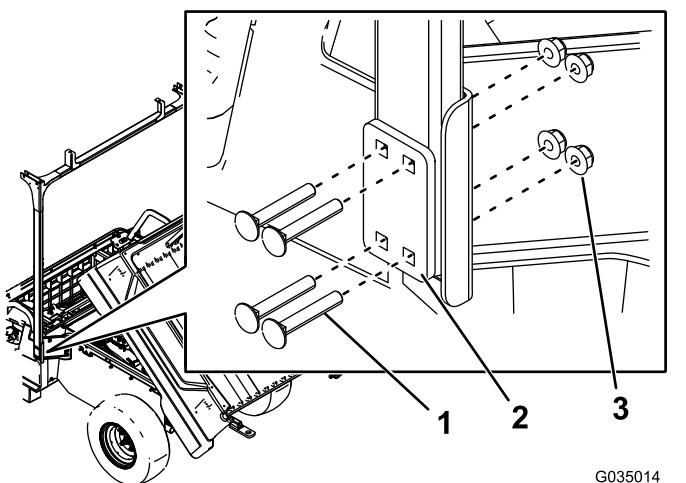

图7
6. 如图7 所示, 用 8 个托架螺栓 (5/16 x 2 英寸)、2 个安装板和 8 个螺母 (5/16 英寸) 将后支撑管松松地安装到后环形支架上。